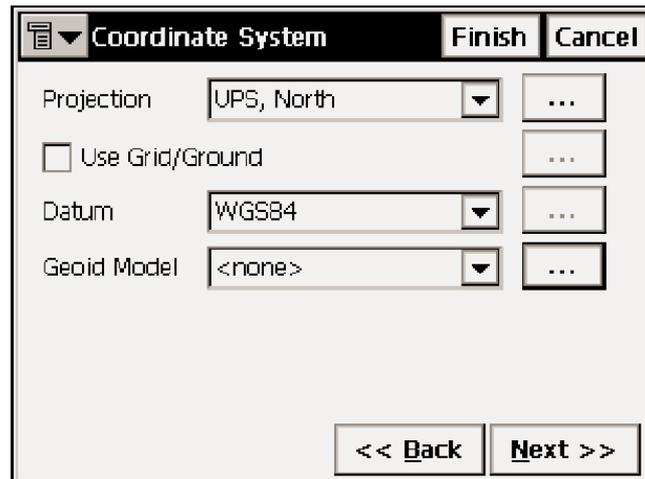

Рисунок 3-62. Система Координат
1. В окне **Coordinate System (Система Координат)** введите параметры используемой системы координат: вид картографической проекции, исходную геодезическую дату и/или модель геоида, после чего нажмите **Next (След)** (рис. 3-62). Если в предлагаемом списке нет исходной геодезической даты или модели геоида, которые Вы хотели бы использовать, нажмите кнопку обзора [...] в соответствующем поле и добавьте необходимую исходную дату или модель геоида (см. *TopSURV User's Manual (Справочное Руководство TopSURV)*).